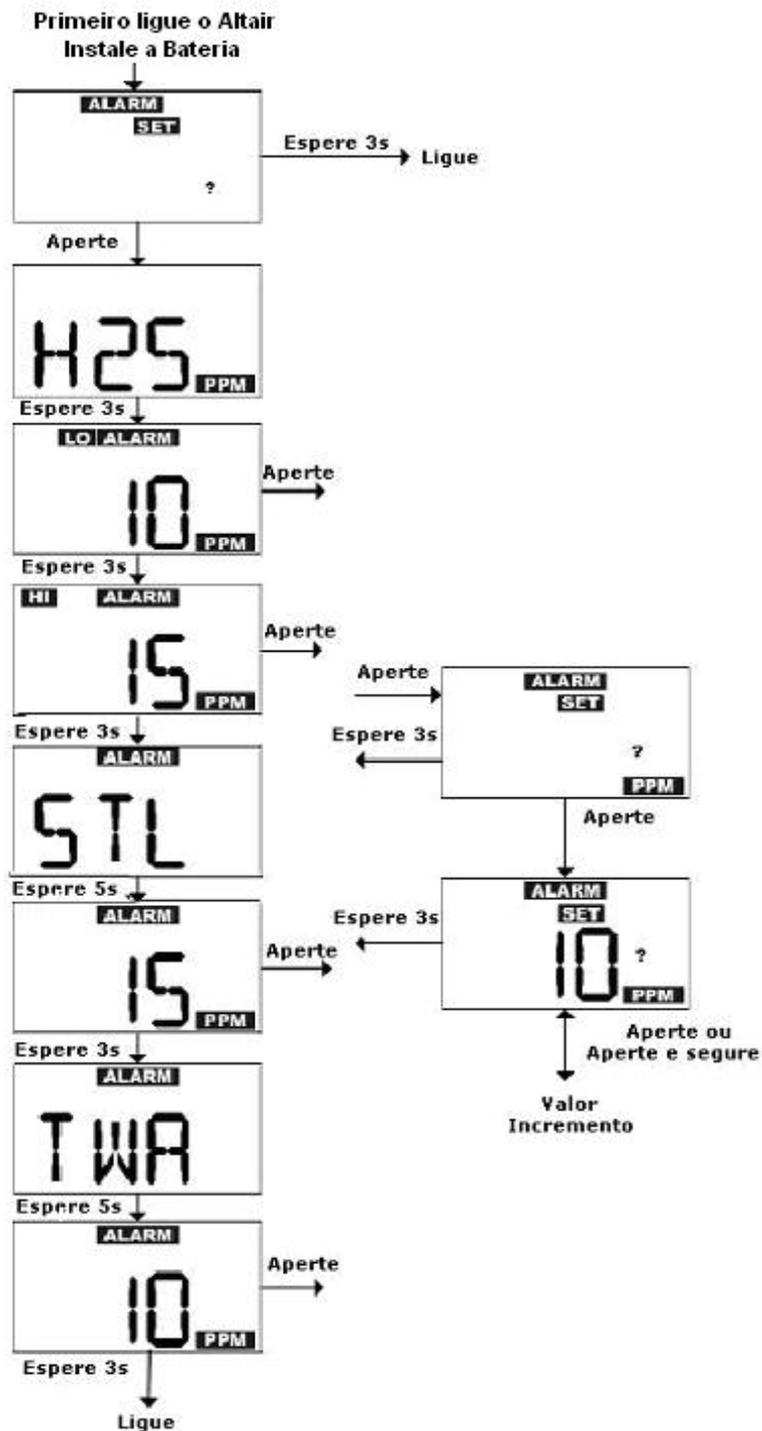

Figura 2-3. Configuração do Altair Pro
**Nota:** Os pontos de ajuste do alarme podem somente ser alterados manualmente durante a configuração do Instrumento, que pode ser digitada depois que a bateria for conectada ou reconectada. Veja a Figura 2-3 para mais detalhes. Os pontos de ajuste do alarme podem ser alterados eletronicamente por meio do Software FiveStar® Link® da MSA: